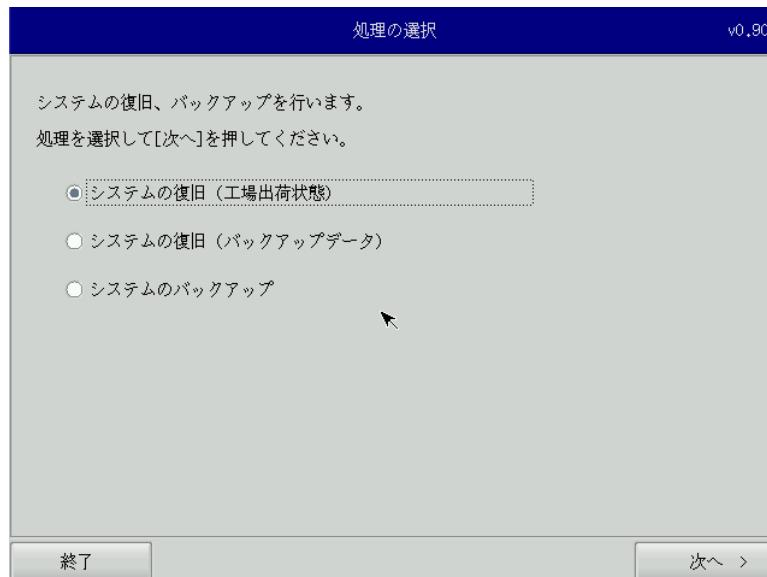

図 6-1-5. リカバリメイン画面
- ⑫ 再起動し、正常にリカバリDVDから起動すると図 6-1-5 のリカバリメイン画面が表示されます。
- ① LAN ケーブルが接続されている場合は、LAN ケーブルを取り外してください。
- ② USB メモリ、SD カードなどのストレージメディアが接続されている場合は、ストレージメディアを取り外してください。
- ③ 「6-1-1 リカバリDVD起動」を参考にリカバリDVDを起動させます。
- ④ リカバリメイン画面（図 6-1-5）で[システムの復旧（工場出荷状態）]を選択し、[次へ]ボタンを押します。
- ④ リカバリメイン画面（図 6-1-5）で[システムのバックアップ]を選択し、[次へ]ボタンを押します。
- ④ リカバリメイン画面（図 6-1-5）で[システムの復旧（バックアップデータ）]を選択し、[次へ]ボタンを押します。